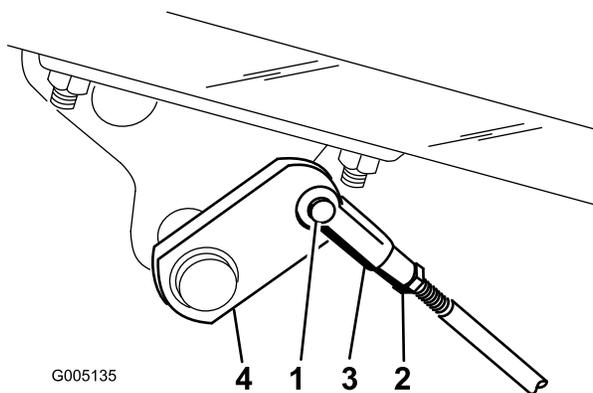

Figura 54
2. Se os travões não bloquearem de forma idêntica, desengate as barras dos travões, retirando o respectivo contrapino e pino da manilha (Figura 54).
3. Liberte a porca de bloqueio e efectue o ajuste da manilha (Figura 54).
4. Monte a cavilha no eixo do travão (Figura 54).